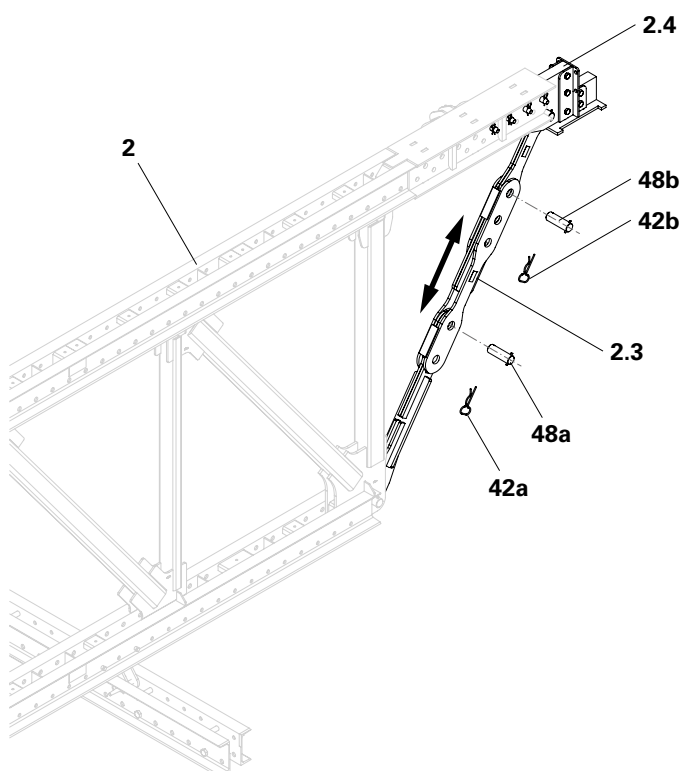

Fig. A1.12
1. Rimuovere gli inserti a molla (42a) e (42b). (Fig. A1.12)
4. Inserire il perno (48a) e assicurarlo con l'inserto a molla (42a). (Fig. A1.12)